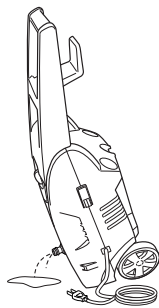

图 23
- (1) 拧松圆环。
- (2) 将高压软管从清洗机出水口取下。
- (3) 排出高压软管内残余的水。
4. 从清洗机排水（图 23）